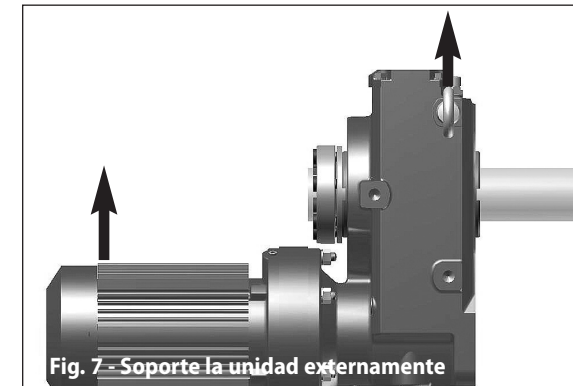

Fig. 7 - Soporte la unidad externamente
Paso 2: Antes de quitar el reductor/motorreductor del eje impulsado, soporte externamente la unidad de manera que el peso no aplique sobre el eje impulsado (vea la Fig. 7). **Atención: No levante demasiado la unidad. El eje puede doblarse.**